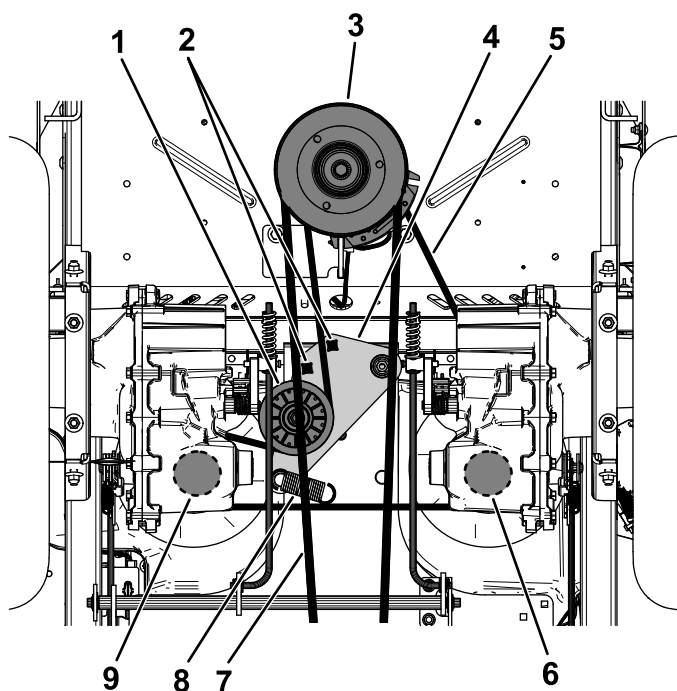

Figure 84
5. Insérez un rochet de ½ pouce ou une poignée articulée dans les trous carrés du bras de la poulie de tension pour détendre le ressort de la poulie de tension (Figure 84).
6. Retirez la courroie existante de la poulie de tension, des 2 poulies d'entraînement de pompe hydraulique et de la poulie du moteur (Figure 84).
7. Chaussez la courroie neuve sur la poulie de tension, la poulie du moteur et les 2 poulies de la pompe hydraulique (Figure 84).